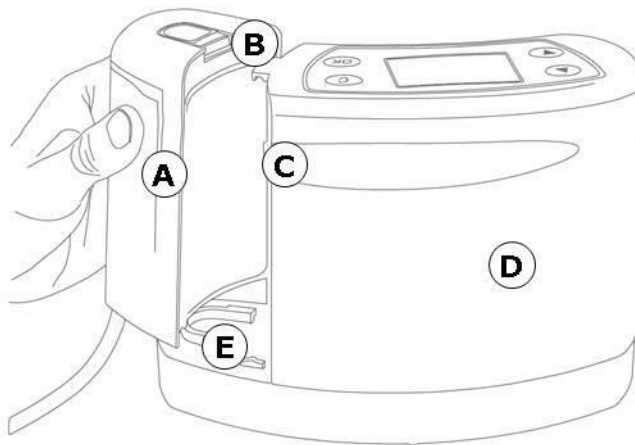

Abb. 6 Anschluss des Einweg-Sekretbehälters
1. Nehmen Sie den Einweg-Sekretbehälter (Abb. 6(A)) aus der Verpackung.
2. Schieben Sie den Behälter auf die Führungsschiene (Abb. 6(E)) am **ASSKEA ped M**, bis der Einweg-Sekretbehälter hörbar an der Verriegelung (Abb. 6(B)) einrastet.
4. Drücken Sie auf die Verriegelung oben am Behälter (Abb. 6(B)), halten Sie diese gedrückt und ziehen Sie den Einweg-Sekretbehälter waagrecht vom Gerät weg.